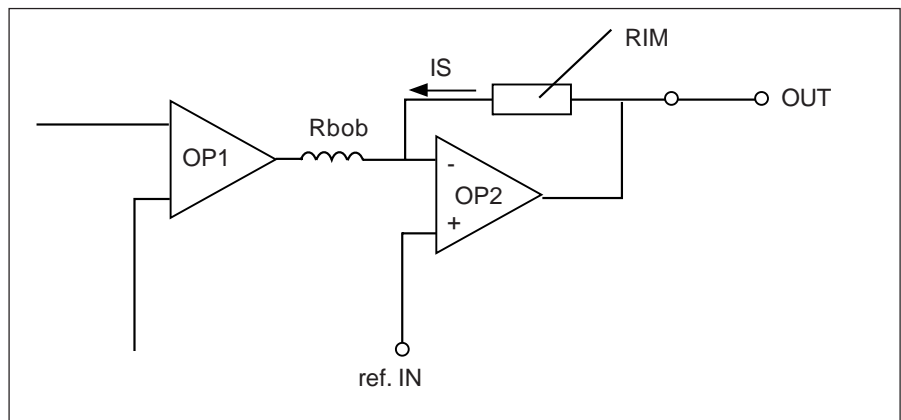

Bild 9: Messbereich in der Betriebsart Refin. LTSR Ausgangs-Schaltbild.
- Der positive Messbereich ist wie folgt definiert: OP1 und OP2 (Bild 9) sind oberhalb von 4,5 V und unterhalb von 0,5 V gesättigt. Die Spannung an den  $R_{im}$ -Anschlüssen beträgt: 4,5 V (max. möglicher Ausgang) -  $V_{ref\ in} = 4,5\ V - 2,7\ V = 1,8\ V$ .